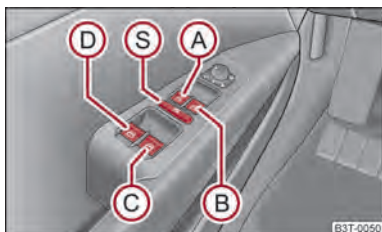

Abb. 27 Tasten in der Fahrertür
Die Schalter für die einzelnen Fenster befinden sich in der Armlehne des Fahrers → Abb. 27, Beifahrers und in den hinteren Türen → Abb. 28.
Sie können durch Drücken des Sicherheitsschalters Ⓢ → Abb. 27 die Tasten der Fensterheber in den hinteren Türen außer Funktion setzen. Durch wiederholtes Drücken des Sicherheitsschalters Ⓢ sind die Tasten der Fensterheber in den hinteren Türen wieder in Funktion.
- Werden auf den Rücksitzen Kinder befördert, wird empfohlen, die elektrischen Fensterheber der hinteren Türen außer Funktion zu setzen (Sicherheitsschalter) Ⓢ → Abb. 27.